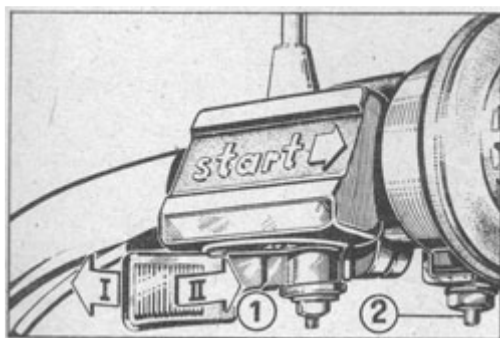

Bild 3
- Starthebel nach rechts ziehen (Bild 3), Gasdrehgriff geschlossen